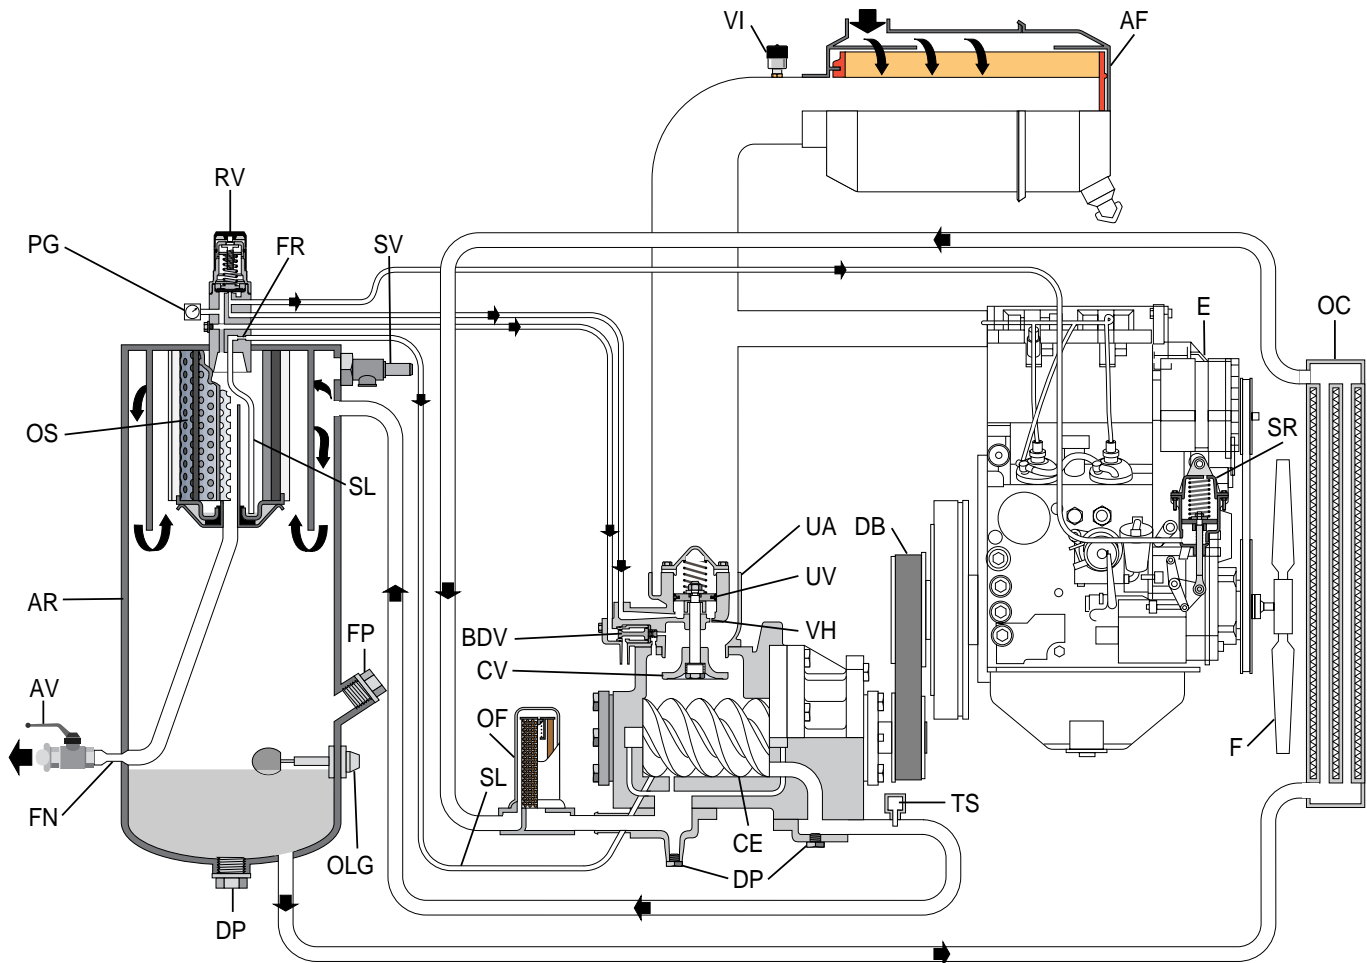

Fig. 2.3
2.5 LUFTSTRØM (SE FIG. 2.3)
2.6 OLIESYSTEM (SE FIG. 2.3)